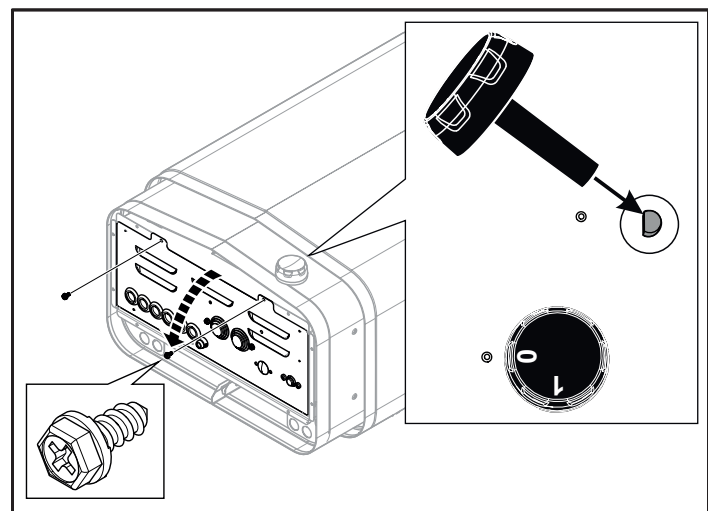

Abb. 8: Öffnen/Schließen der Abdeckung
1. Legen Sie den Saunaofen mit der Vorderseite nach oben auf den Boden. Wählen Sie die Position, siehe Abb. 8.
2. Lösen Sie die Schrauben und öffnen Sie die Abdeckung, siehe Abb. 8.
- Schließen Sie die Abdeckung und drehen Sie die Schrauben ein, siehe Abb. 8.